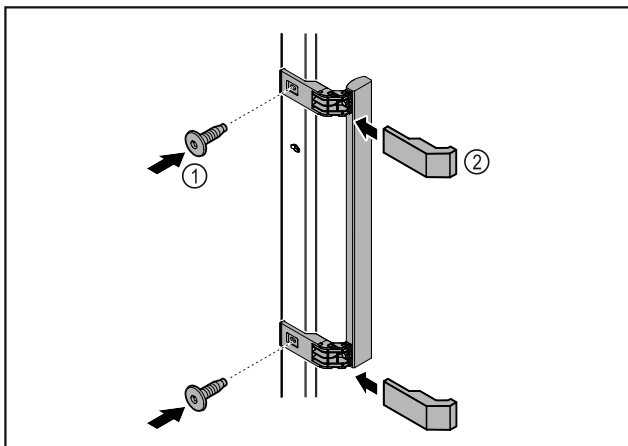

Fig. 7
- ▶ Montoni dorezën nga paketa së bashku me vidat e ofruara Fig. 7 (1) në derë.
- ▶ Vendosni kapakun mbulues Fig. 7 (2).